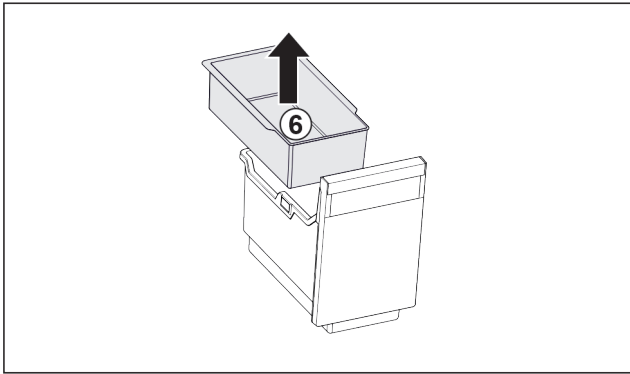

Fig. 19
- ▶ Извадете окачващата се поставка Fig. 19 (6).